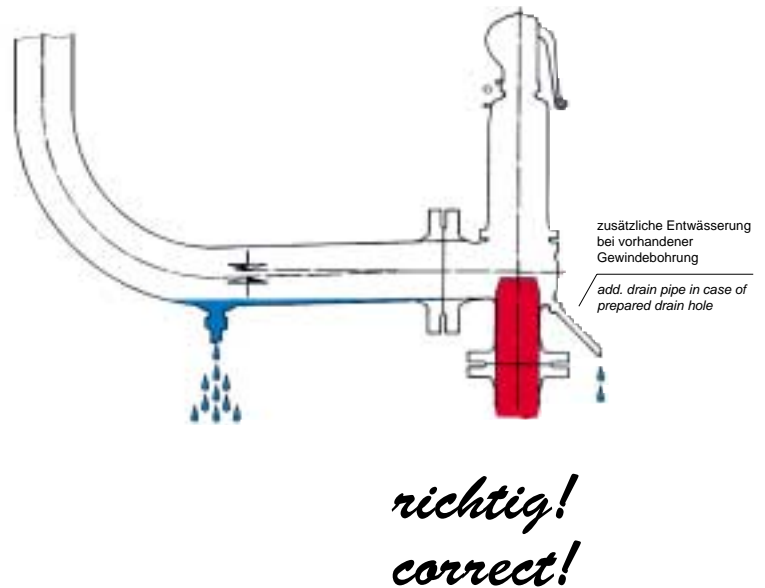

Bild 3/Figure 3
- Entwässerung immer über Ausblaseleitung, die hinter dem Sicherheitsventil mit einem Gefälle bis zur Entwässerung verlegt ist (Bild 3).
- *the drainage should always be carried out via the blow-off pipe, which has to be laid sloping downwards, downstream of the safety valve so that it can drain itself (figure 3).*